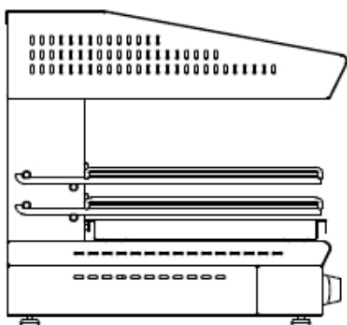

Abb. 2
- Drücken Sie die Taste (3).
- Schalten Sie den Drehknopf (6) auf Position 1, um die Hitze des Grillguts reguliert werden. Je größer der Abstand zwischen dem Grillgut und dem Heizelement ist, desto geringer ist die Hitzeintensität. Bei Geräten mit festem Grilldeckel (SFH..) wählen Sie die Hitzeintensität, indem Sie die Pfanne auf verschiedene Höhen stellen, wie in Abb. 2 gezeigt.
Die Rostabdeckung muss sich in maximaler Höhe über dem Kochfeld befinden (Abb. 2). Wechselseitige Heizelemente halten das Kochgut auf dem Topf auf der während des Kochvorgangs erreichten Temperatur.